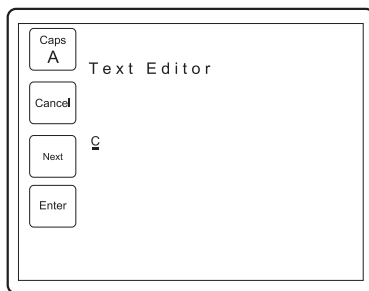

Figure 4: Menu de l'éditeur de texte
- Appuyez sur la touche logicielle PAGE NAME (NOM DE LA PAGE). Le menu **Text Editor** (ÉDITEUR DE TEXTE) s'ouvre (figure 4).